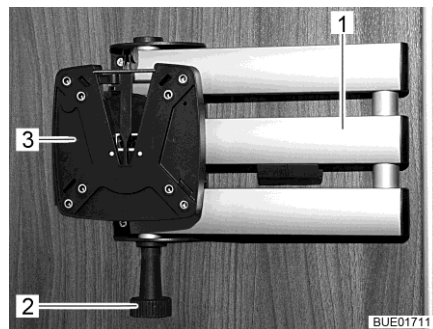

Bild 85 Hållare med ledad arm
- Dra i låsknappen (Bild 85,2). Den ledade armen (Bild 85,1) är upplåst.
- Vrid tillbaka den platta bildskärmen till utgångsläget, tills hållaren (Bild 85,3) hakar hörbart fast i låset.